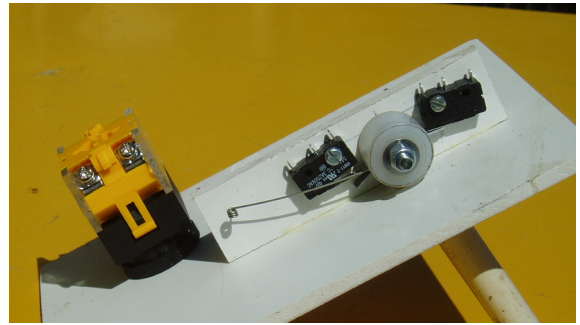

Bild 12
- A** Diesen Kippschalter gibt es als ON-OFF-ON und (ON)-OFF-(ON) Ausführung, er ist robust, aber etwas schwergängig; er kann für beide Schalter verwendet werden, als Schneller-Langsamer-Schalter ist er mir aber zu hart.
- D** Meine zweite Eigenkonstruktion mit zwei Mikroschaltern, die Sie in Bild 12 nochmals sehen.